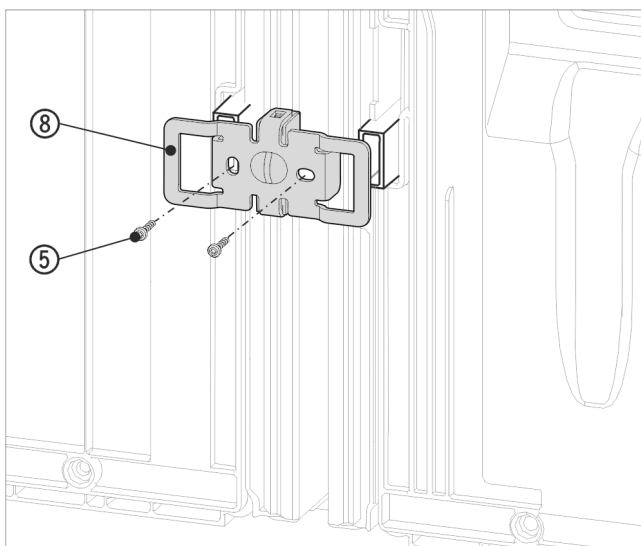

Fig. 18 Representación a modo de ejemplo
- ▶ Deslice de nuevo el ángulo Fig. 18 (8) con los orificios sobre el soporte del espaciador de pared.
- ▶ Apriete con 2 tornillos Fig. 18 (5).